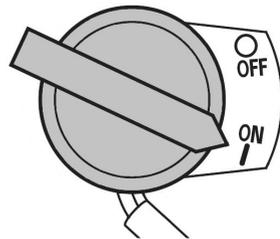

Рис. 11 Выключатель зажигания в положении «Включено»
4. Выключатель зажигания установите в положение «Включено» (Рис. 11).